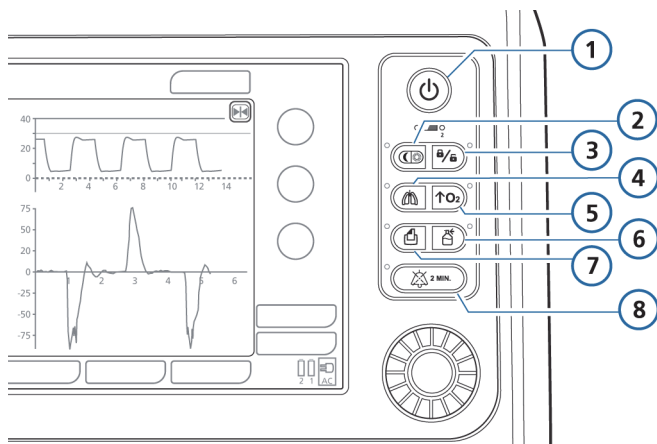

Figura 10-1. Teclas de função especiais
► Pressione e solte a tecla **Respiração manual** (Figura 10-1) durante a expiração.